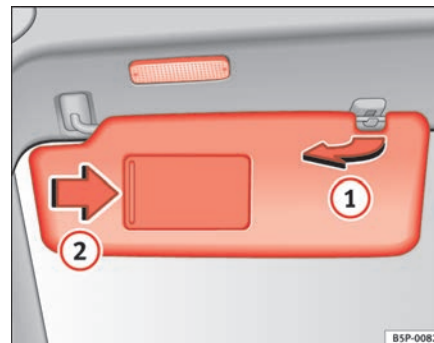

Fig. 84 Aletta parasole lato conducente
L'aletta parasole per il conducente e quella per il passeggero possono essere staccate dai supporti che si trovano in prossimità della linea mediana del veicolo e spostate in direzione delle porte ⇒ fig. 84 ①.